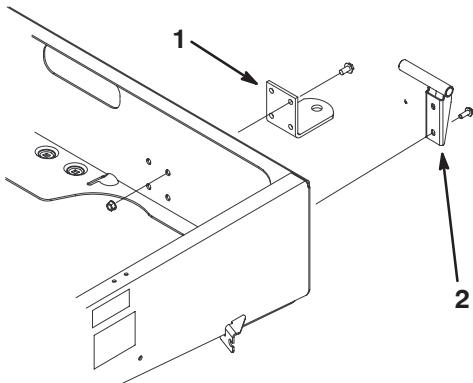

Figura 7
2. Monte el pivot de la izquierda en la esquina izquierda trasera del bastidor con 2 tornillos de arandela prensada (3/8 x 1 pulg.). Coloque el pivot tal y como muestra la Figura 7.